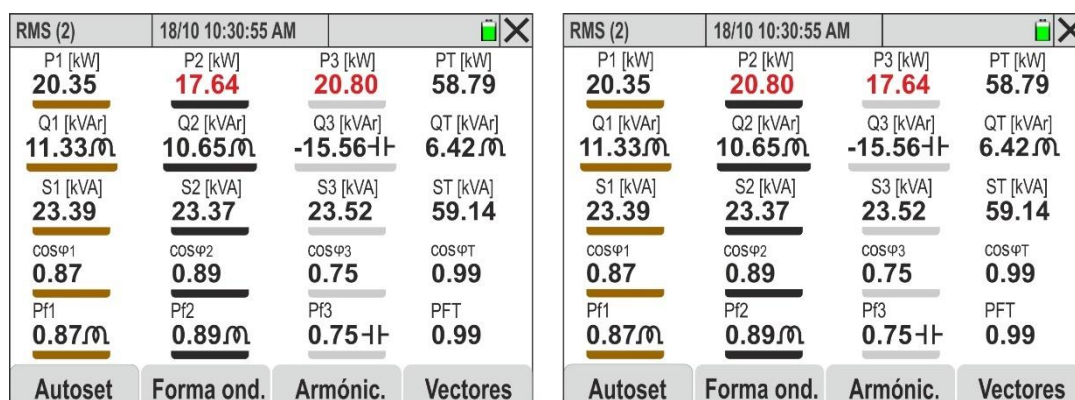

Fig. 73: Efecto de la función Autaset en la sección Multímetro (pinzas intercambiadas)
9. En la Fig. 73 – parte izquierda se muestra la condición de error en el punto 8 en el cual las potencias activas P2 y P3 son intercambiadas (**los valores mostrados en rojo son solo para evidenciar el problema**). Luego de la ejecución del Autaset, la nueva condición resulta ser la de la Fig. 73 – parte derecha en la cual los valores de P2 y P3 han vuelto a ser los esperados sin **ninguna intervención por parte del usuario**